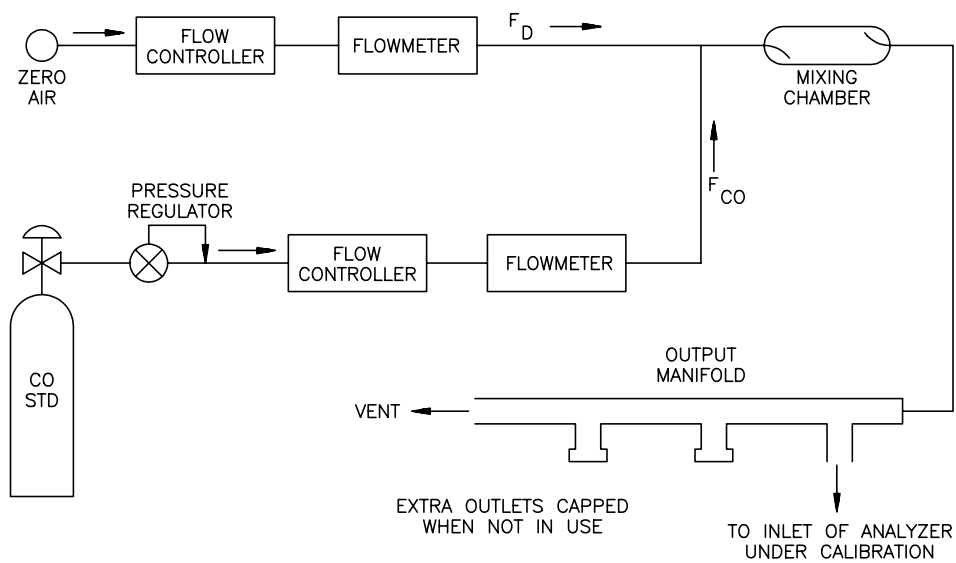

Abb. 4-1. Kalibrierung - schematische Darstellung
Schließen Sie das Gerät und die zur Kalibrierung benötigte Ausrüstung wie in Abb. 4-1 dargestellt an. Wird ein optionaler Filter in der Probenahmeleitung verwendet, dann muß die Kalibrierung mit installiertem Filter durchgeführt werden. Stellen Sie sicher, daß die Durchflußmenge in den Ausgangsrohrverteiler größer ist als die vom Meßgerät benötigte Durchflußmenge plus der Bedarf anderer an den Ausgangsrohrverteiler angeschlossener Komponenten.
2. Stellen Sie das Verdünnungssystem (Abb. 4-1) so ein, daß sich nur Nullluft im Rohrverteiler befindet.
2. Periodische Beaufschlagung des Meßgerätes mit einem CO-Pegel von ca. 80% des oberen Bereichsgrenzwertes. Letzteren erhält man durch Verdünnung eines höheren CO-Niveaus mit Hilfe eines dem in Abb. 4-1 gezeigten ähnlichen Systems. Man kann aber auch einen Zylinders/ eine Flasche verwenden, die ein Gemisch aus CO in Luft enthält, welches wiederum eine CO-Konzentration von 80% des oberen Bereichsgrenzwertes aufweist. Egal für welche Methode man sich entscheidet, die CO-Flasche sollte auf jeden Fall gegen SRM oder CRM geprüft werden. Dies sollte auch für eine Flasche gelten, die schwach konzentriertes CO enthält.